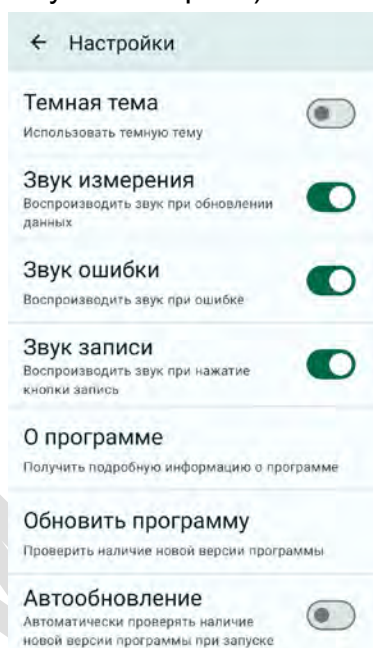

Рисунок 15 – Меню «Настройки»
3.8.1 В главном окне программы выберите пункт меню «Настройки» (☰). Откроется окно (рисунок 15), которое содержит следующие типы подменю: